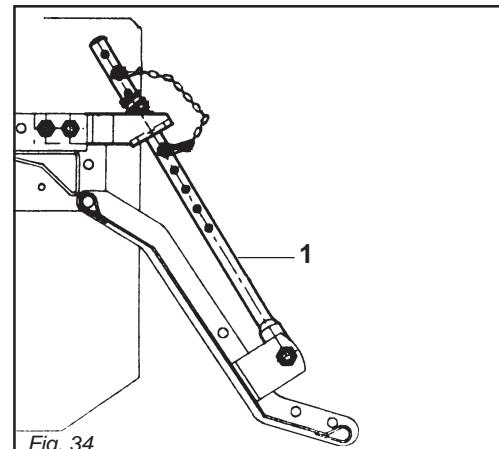

Fig. 34
- 2) Il martinetto a molla (1 Fig. 34) oltre a sostenere la lamiera livellatrice ed ammortizzarla nel trasporto su strada, serve a evitare il ribaltamento della macchina durante il parcheggio.
- 2) Besides supporting the levelling plate and acting as a shock absorber for it during road transport, the spring ram (1 Fig. 34) prevents the steerage hoe from overturning when parking.
- 2) Le vérin à ressort (1 Fig. 34) sert de soutien à la tôle de nivellement et de suspension pendant le transport sur route, pour éviter le basculement du machine lors du stationnement.